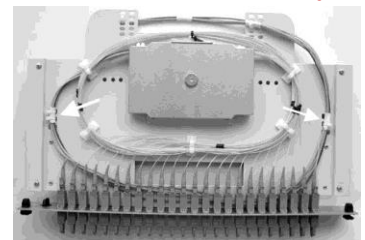

Bild 22
- Bündeladern im Bogen um die Spleißkassetten herumführen, an den dafür vorgesehenen Stellen mit Glasseidenband umwickeln und entweder mit Kabelbindern am Auszug befestigen (Bild 22, Bild 6, Bild 7) oder in die Pigtailföhrelemente einlegen (nicht dargestellt).